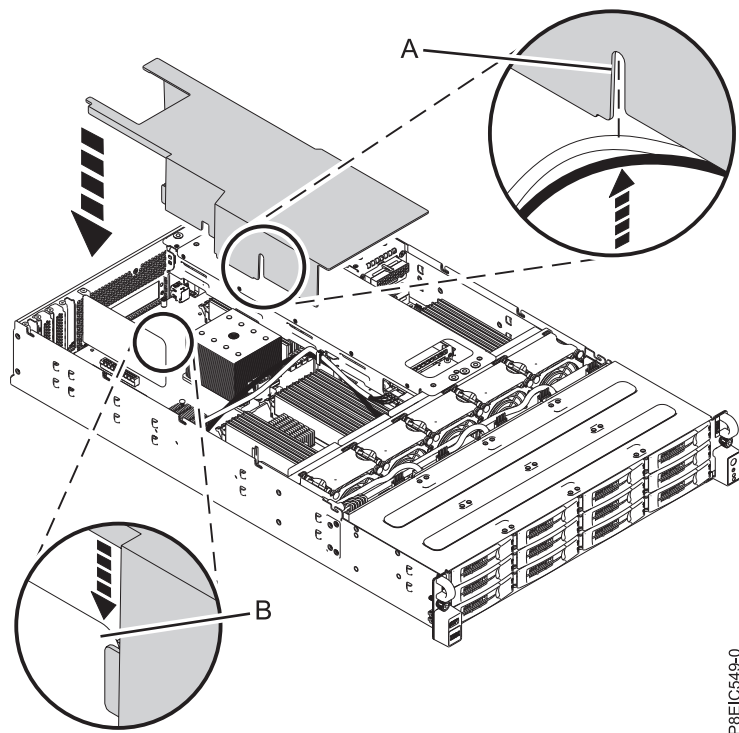

図 53. プロセッサー・バッフルの取り替え：ドライブ信号ケーブルとドライブ電源ケーブルを **(A)** を通して配線し、**(B)** にある通気用の仕切りと位置合わせする。
1. ドライブ信号ケーブルとドライブ電源ケーブルを、バッフルのケーブル・スロット (A) を通して配線します (89 ページの図 53 を参照)。
2. 通気用の仕切り **(B)** をバッフルの通気用の仕切りのスロットに位置合わせします (図 53 を参照)。